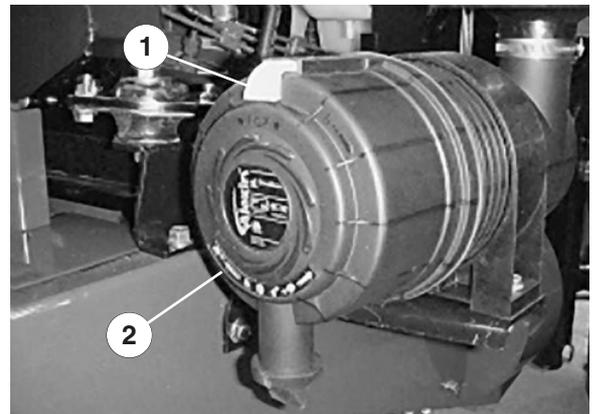

Bild 23
1. Ziehen Sie den Verschluss nach außen und drehen Sie den Luftfilterdeckel entgegen dem Uhrzeigersinn. Entfernen Sie den Deckel vom Gehäuse (Bild 23). Reinigen Sie die Innenseite des Luftfilterdeckels.